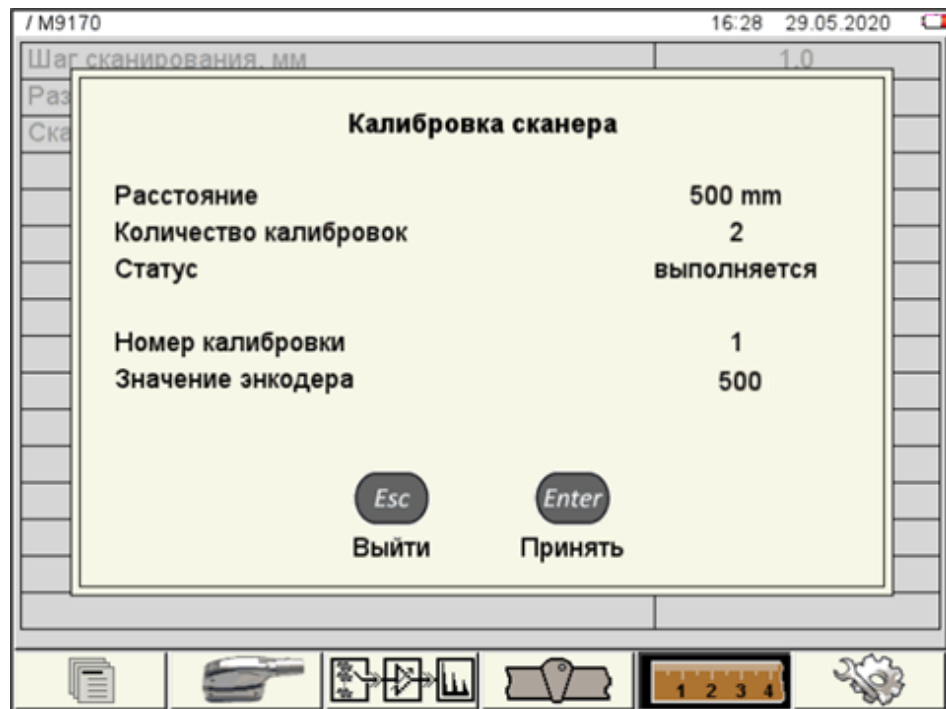

Рисунок 37
– Нажать клавишу  (Начать), при этом индикаторы на корпусе прибора  начнут одновременно мигать, показывая, что необходимо перемещение сканирующего устройства между метками. Начать перемещение сканирующего устройства в выбранном диапазоне. При достижении конечной метки нажать клавишу  (Принять) (рисунок 37) – индикаторы  горят постоянно.